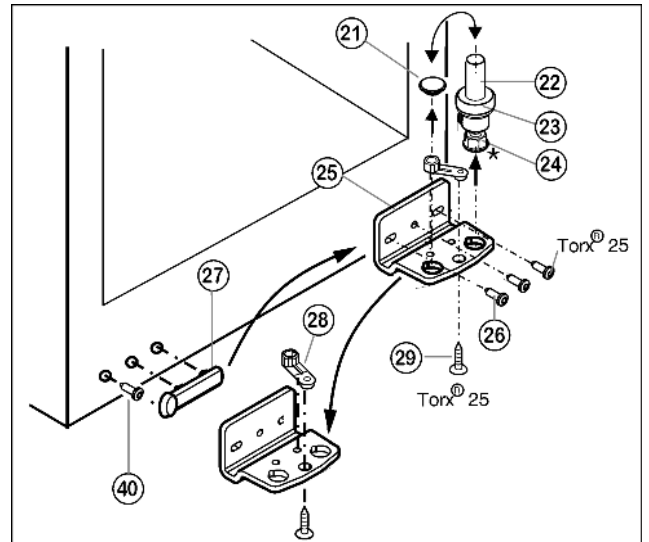

Fig. 5
- ▶ Lagerbolzen Fig. 5 (22) komplett, mit Scheibe Fig. 5 (23) und Stellfuß* Fig. 5 (24) nach oben herausziehen.
- ▶ Stopfen Fig. 5 (21) abheben.
- ▶ Lagerbock Fig. 5 (25) abschrauben Fig. 5 (26).
- ▶ Lagerteil Fig. 5 (28) abschrauben Fig. 5 (29) und in das gegenüberliegende Aufnahme Loch des Lagerbocks umsetzen, wieder festschrauben.
- ▶ Griffseitige Abdeckung Fig. 5 (27) vorsichtig abheben, Schraube Fig. 5 (40) herausdrehen und beides auf die Gegenseite umsetzen.
- ▶ Lagerbock Fig. 5 (25) auf der neuen Scharnierseite ggf. mit Hilfe eines Akkuschaubers **fest (mit 4 Nm)** wieder anschrauben.
- ▶ Stopfen Fig. 5 (21) in das andere Loch wieder einsetzen.
- ▶ Lagerbolzen Fig. 5 (22) komplett, mit Scheibe und Stellfuß*, wieder einsetzen. Dabei darauf achten, dass der Rastnocken nach hinten zeigt.
- ▶ Stopfen (33) aus der Türlagerbuchse herausheben und umsetzen.
- ▶ Türgriff (32), Stopfen (33) und Druckplatten* (34) abmontieren und auf die Gegenseite umsetzen.
- ▶ Tür von oben auf Lagerbolzen unten Fig. 5 (22) aufsetzen.
- ▶ Oberen Lagerbock (12) auf der neuen Scharnierseite in die Tür einsetzen.
- ▶ Oberen Lagerbock (12) **fest (mit 4 Nm)** anschrauben (2 mal Torx® 25) (13). Schraublöcher evtl. vorstechen oder Akkuschauber verwenden.
- ▶ Abdeckung (10) und Abdeckung (11) jeweils auf der Gegenseite aufrasten.
- ▶ Die Tür evtl. über die beiden Langlöcher im Lagerbock unten Fig. 5 (25) fluchtend zum Gerätegehäuse ausrichten. Dazu mittlere Schraube herausdrehen.